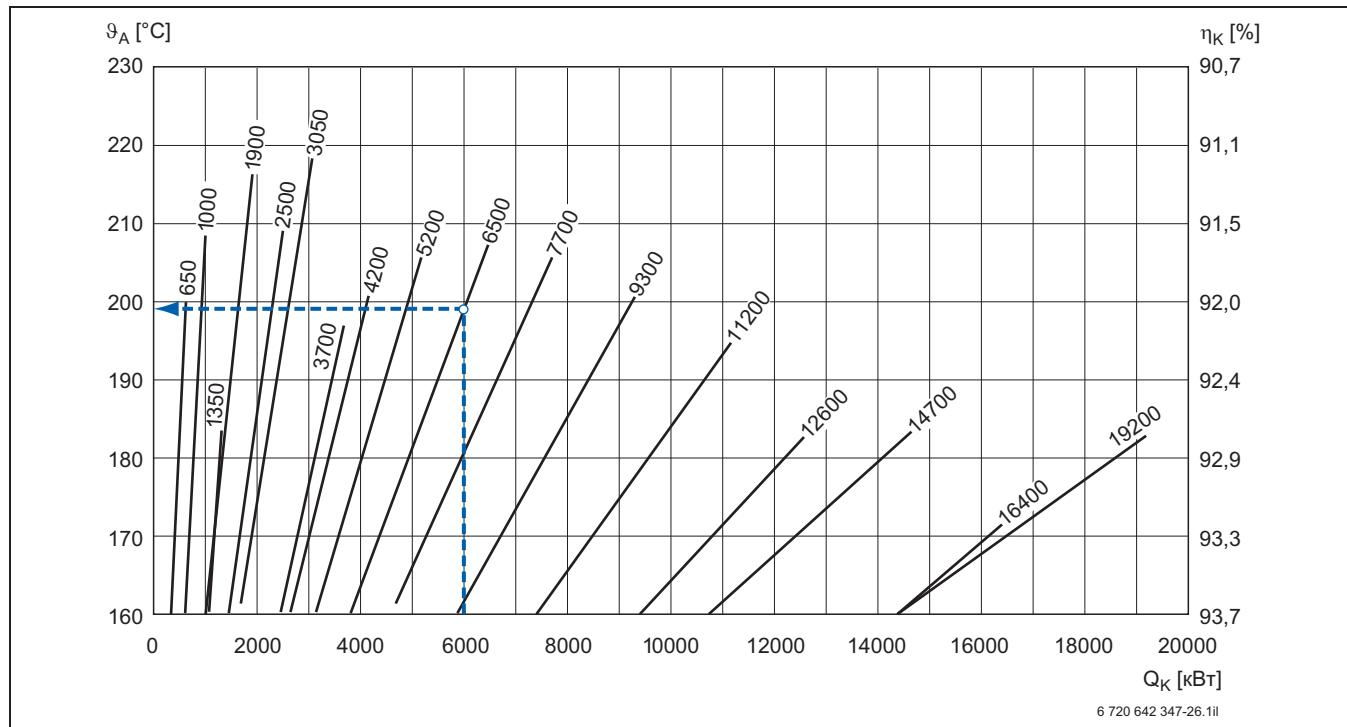

Рис. 30. Температуры дымовых газов котлов Logano S825L в зависимости от нагрузки на котел
Температура дымовых газов измеряется в присоединительном участке дымовой трубы на выходе из котла. Она зависит от нагрузки на котел и от температуры сетевой воды (см. рис. 30 – 32). Для расчета дымовой трубы, как правило, принимается минимально возможная температура дымовых газов. Она примерно на 7,5 К ниже приведенной температуры дымовых газов при средней температуре котловой воды 70 °C.
Температура дымовых газов зависит от средней температуры котловой воды. Температуры дымовых газов на графиках рис. 30 – 32 приведены в соответствии со стандартом EN 303 при температуре воды 80/60 °C, т. е. при средней температуре котловой воды 70 °C. (Пересчет для других температур см. табл. 32)
- Температура дымовых газов по диаграмме $9_A = 198 \text{ °C}$ (см. рис. 30)